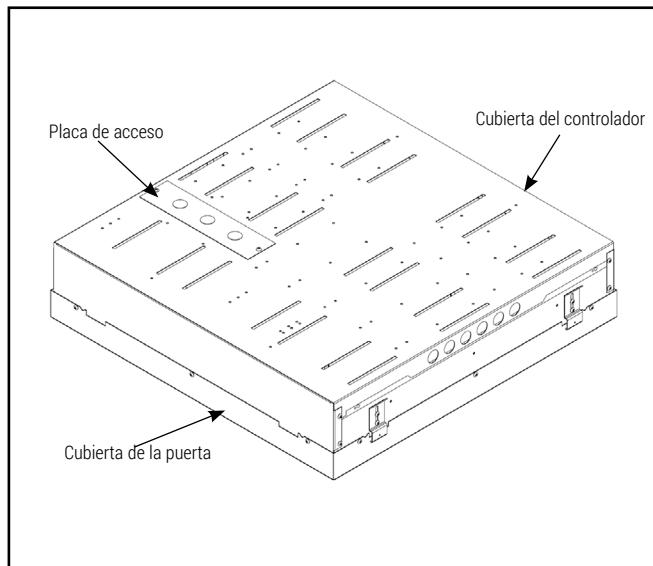

Figura 1.
1. Desconecte la alimentación en el fusible principal o en la caja del disyuntor. (Figura 1)